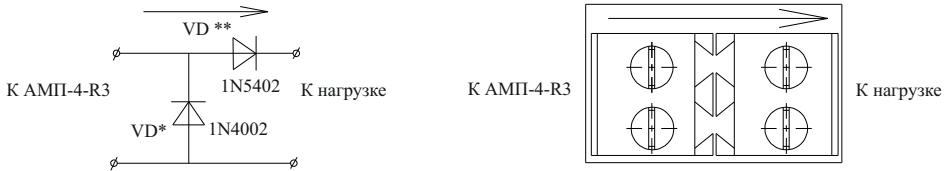

Рисунок 9
4.3.2 УПН состоит из диодов, установленных на плату с клеммными колодками (рисунок 9).